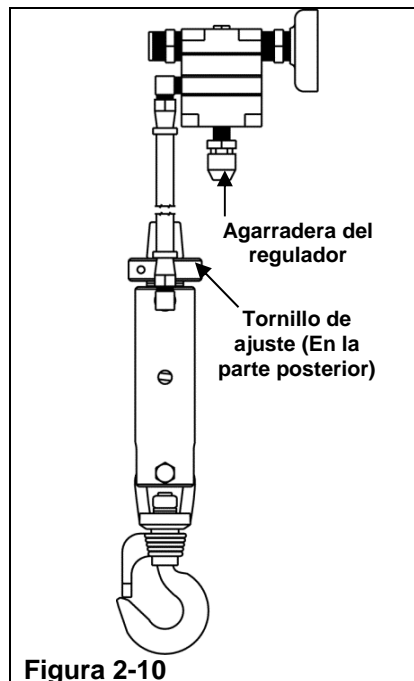

Figura 2-10
- Paso 1. Drene el regulador de descarga girando la agarradera en el sentido contrario al de las agujas del reloj hasta que haga tope. (Consulte Figura 2-10)